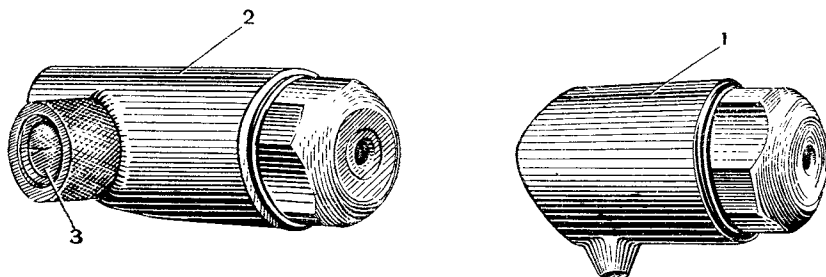

Рис. 245. Габаритные фонари (общий вид):
**Габаритные фонари** (рис. 245) по своему устройству одинаковы. В броневом корпусе вмонтирован светильник ОСЛТ-37 с лампой. Лампа прикрывается колпачком с красным светофильтром. В корпус ввертывается металлический колпак с небольшим отверстием.